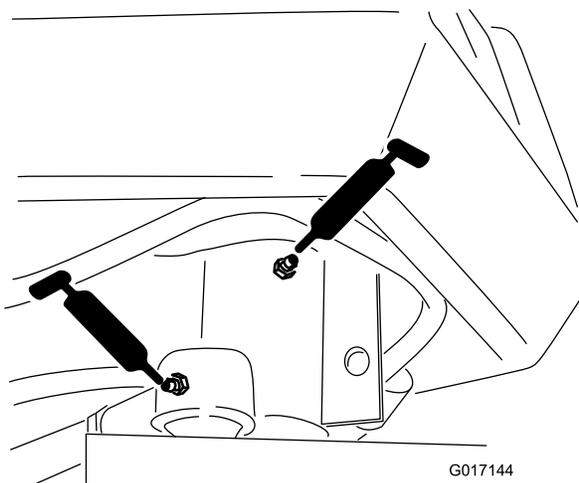

Рисунок 30
- Вал вилки поворотного колеса (1 шт.) (Рисунок 30)
- Конец штока цилиндра рулевого управления (Рисунок 30)